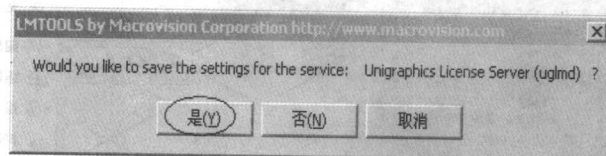

图 1-16 确认设置
(19) 接着点击窗口上面的“Start/Stop/Reread”,在弹出的对话框中单击“是”,如图 1-16所示。